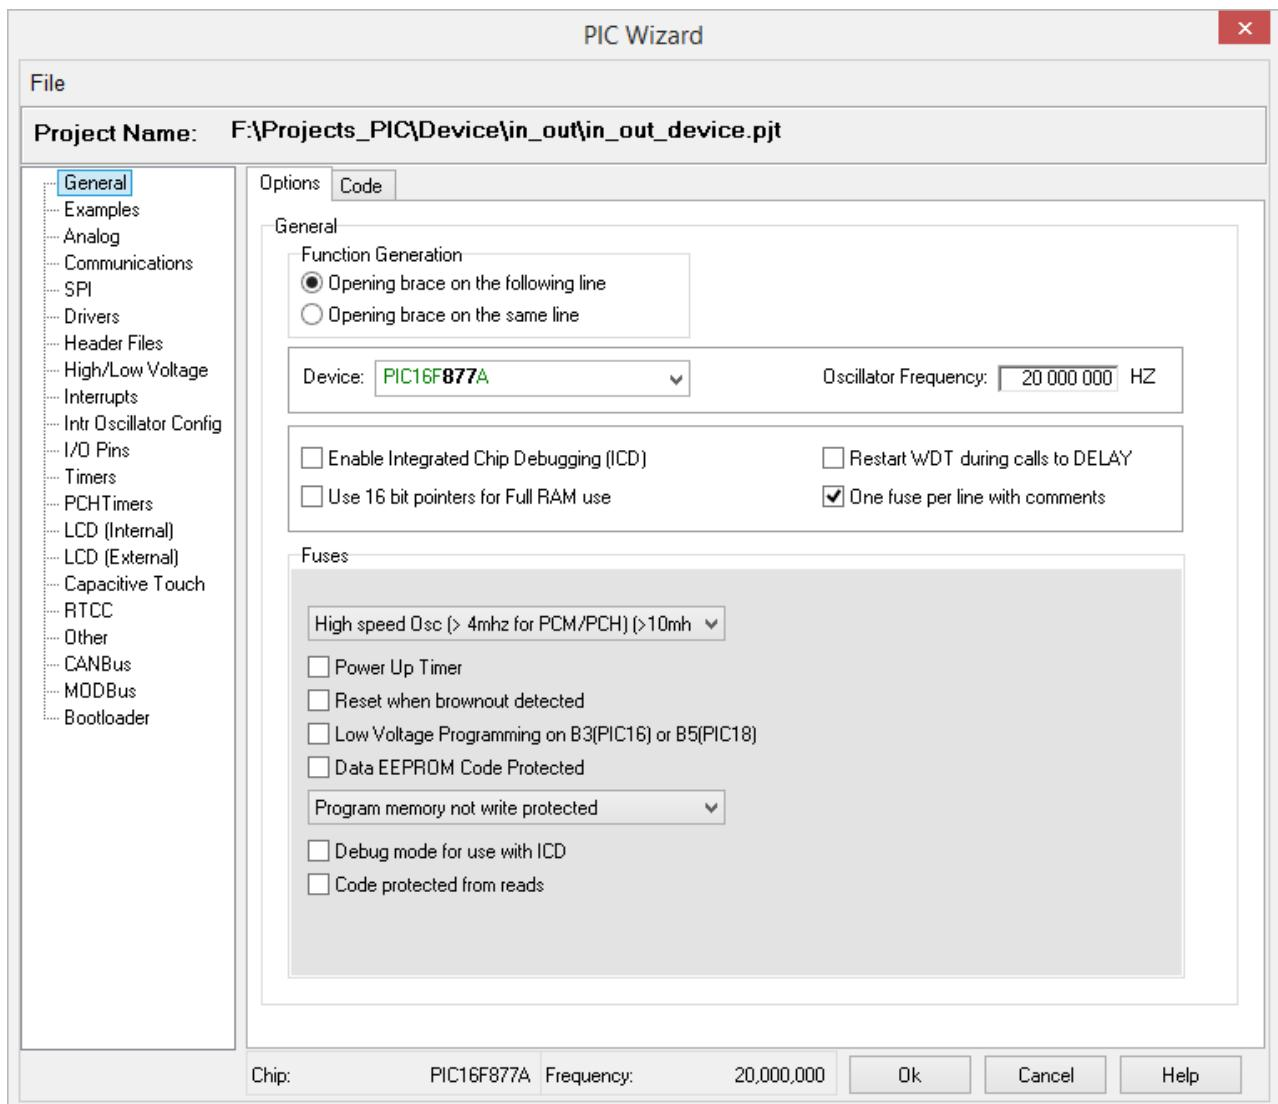
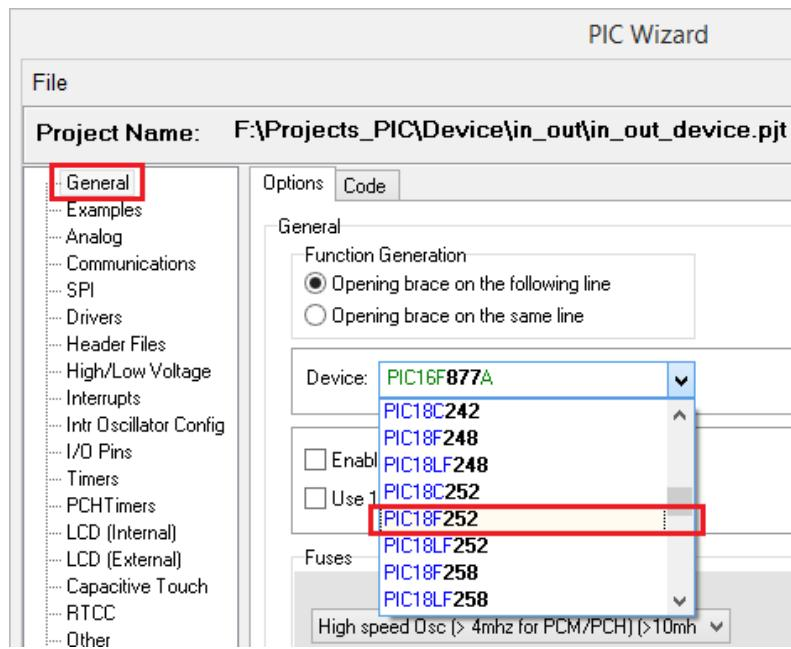

Рисунок 3.1.4 – Розділ **General** майстра **PIC Wizard**
Рисунок 3.1.5 – Процес створення проекту **IDE PCWH**
В результаті відкриється вікно майстра, що складається з розділів з параметрами проекту (рис. 3.1.4).
У розділі **General** (рис. 3.1.4) вибирається цільовий мікроконтролер (спісок **Device**, що розкривається), його робоча частота (поле **Oscillator Frequency**), а також настроюються загальні параметри, на зразок розрядів запобігання, типу джерела системної синхронізації, порогової напруги для скидання та ін.
4. У розділі **General** > **Device** вибрать тип мікроконтролера, наприклад **PIC18F252** (рис. 3.1.4, рис. 3.1.5):